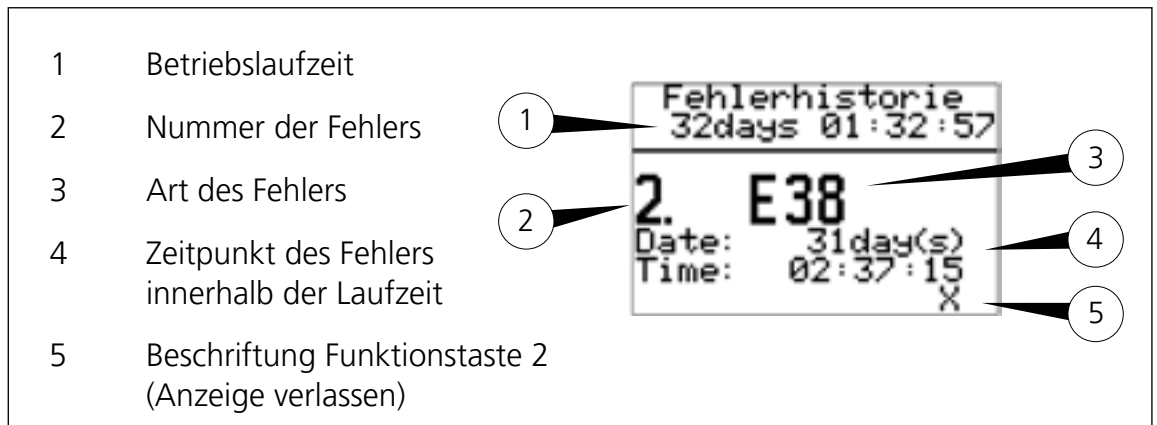

Abbildung 14 - Anzeige Fehlerhistorie
-> Es öffnet sich, wie in Abbildung 14 zu sehen, die Anzeige der Fehlerhistorie.
Die Anzeige der Fehlerhistorie, wie in Abbildung 14 zu sehen, lässt folgende Aussagen zu:
- Die Steuerung läuft bereits seit 32 Tagen, 1 Stunde, 32 Minuten und 57 Sekunden. (Abbildung 14, Nr.1)
- Es wird gerade der zweite Fehler innerhalb der Laufzeit angezeigt. (Abbildung 14, Nr.2)
- Der aufgetretene Fehler ist Fehler E38 (Bedeutung siehe Kapitel 6.10). (Abbildung 14, Nr.3)
- Der Fehler ist zur Laufzeit von 31 Tagen, 2 Stunden, 37 Minuten und 15 Sekunden dokumentiert worden (Abbildung 14, Nr.4). Aus der Differenz zwischen der aktuellen Betriebslaufzeit (32 Tage 01:32:57) und dem Zeitpunkt des Fehlers innerhalb der Laufzeit (31 Tage 02:37:15) ergibt sich der Zeitpunkt des Fehlers zur Istzeit. Entsprechend ist der Fehler vor 22 Stunden 55 Minuten und 42 Sekunden aufgetreten.